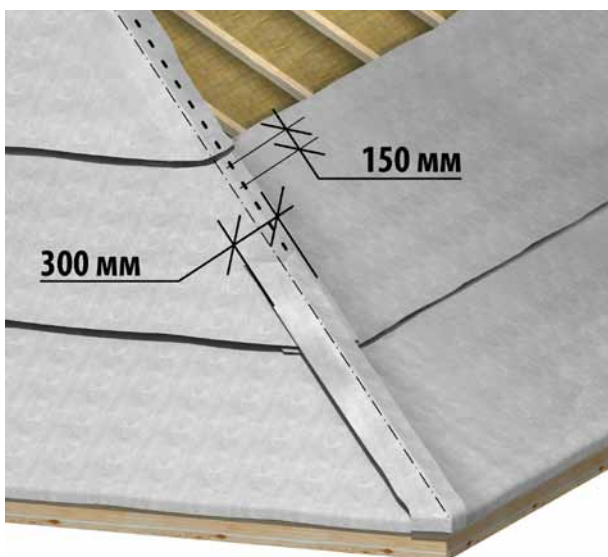

Рис. 10
■ **ребром**, то пленку с двух скатов доведите до ребра и крепите строительным степлером с шагом 15 см. Затем, вдоль ребра укладывается полоса из пленки шириной не менее 30 см. Фиксация пленки производится по длинным краям полотна специальной клейкой лентой (рис. 10).